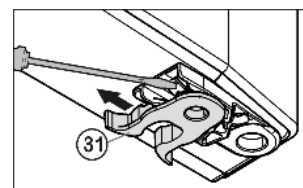

Fig. 7
- ▶ Przenieść zacisk sprężynowy Fig. 7 (31): Zatrzask przycisnąć w dół, przy tym zdjąć zacisk sprężynowy.